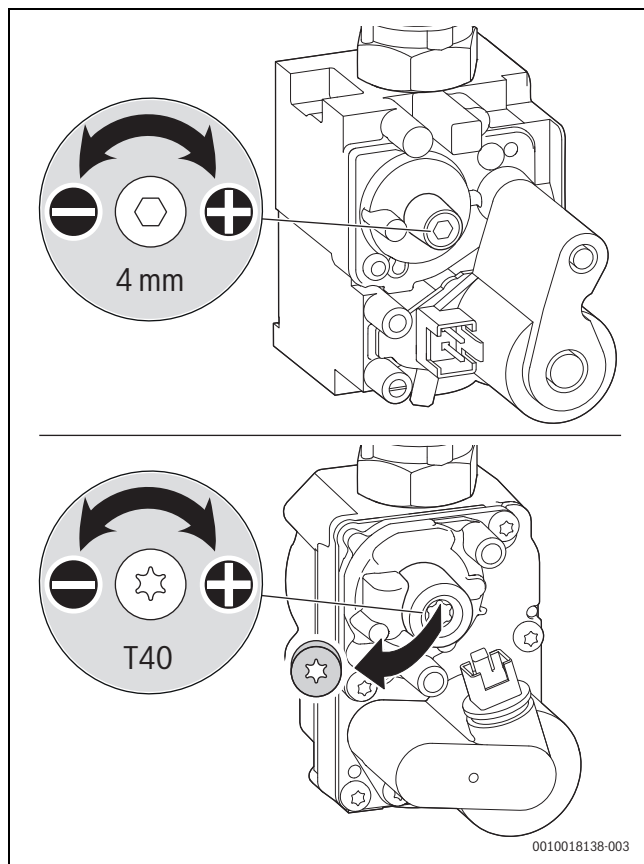

Bild 57 CO₂- oder O₂-Gehalt einstellen
- ▶ Plombe an der Einstellschraube der Gasarmatur entfernen (nur bei der unteren Gasarmatur in Bild 57) und CO₂- oder O₂-Gehalt für minimale Nennwärmeleistung einstellen.